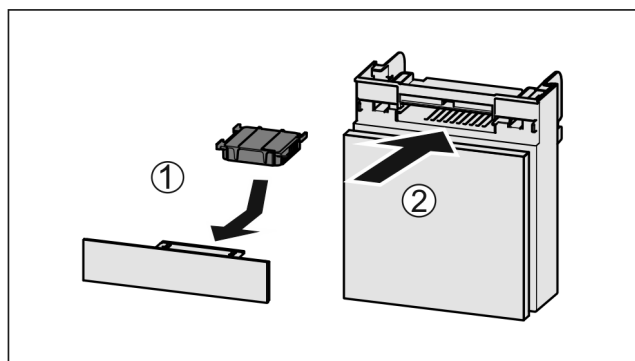

Fig. 136
- ▶ Vložte aktívny uhlíkový filter podľa obrázka Fig. 136 (1).
- ▶ Zasuňte zásuvku Fig. 136 (2).